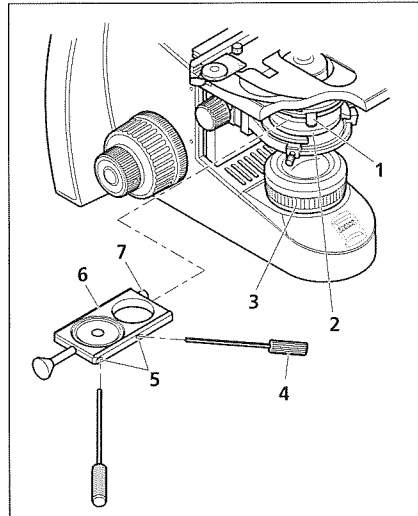
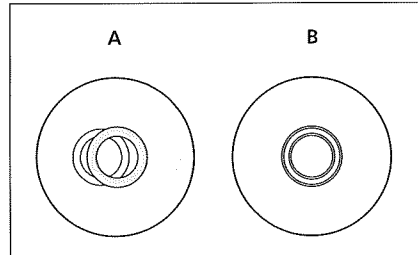

Bild 9 Schieber einsetzen
Bild 10 Ringblende zentrieren
- Leuchtblende (Bild 9/3, sofern verstellbar) am Stativ und Aperturblende über Hebel (Bild 9/1) am Abbe-Kondensor (Bild 9/2) öffnen.
- Falls der Schieber für Phasenkontrast (Bild 9/6) noch nicht werkseitig montiert ist, zunächst dessen Schraube (Bild 9/7) herausdrehen, anschließend den Schieber von links in den Abbe-Kondensor einschieben und Schraube (Bild 9/7) wieder einschrauben.
- Ringblenden-Zentrierung entsprechend der Darstellung im Bild 10 kontrollieren. Dazu ein Okular herausnehmen und durch den Diopter ersetzen.
- Wenn notwendig Zentrierung der Ringblende (Bild 10/A) über die beiden Justierschrauben des Schiebers (Bild 9/5) mit den beiden Innensechskantschlüsseln SW 1,5 (Bild 9/4) vornehmen, bis die Darstellung dem (Bild 10/B) entspricht.